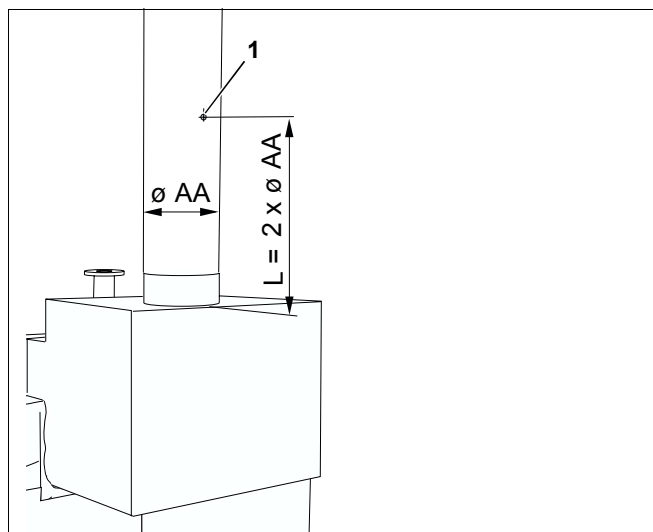

Рис. 10 Проведение замеров
Для проведения приведенных далее измерений нужно на присоединительном участке системы дымовых газов сделать отверстие для замеров (рис. 10, поз. 1). Расстояние от прерывателя тяги должно быть равно двукратному диаметру дымовой трубы (AA).
- Точку замера на присоединительном участке (рис. 10, поз. 1) разместить на стороне, отвернутой от котла. Для этого на присоединительном участке просверлить отверстие диаметром 8 мм.